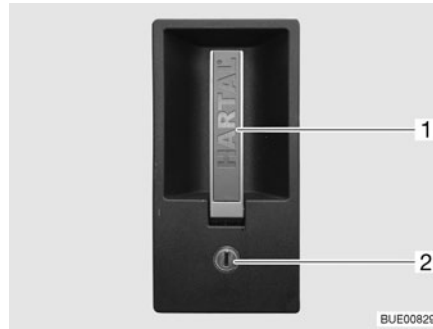

Fig. 34 Cerradura de la puerta de entrada, en el exterior
- Introducir la llave en el cilindro de cierre (Fig. 34,2) y girarla hasta que esté desbloqueada la cerradura de la puerta.
- Tirar del tirador de la puerta (Fig. 34,1). La puerta está abierta.
- Introducir la llave en el cilindro de cierre (Fig. 34,2) y girarla hasta que esté bloqueada la cerradura de la puerta.